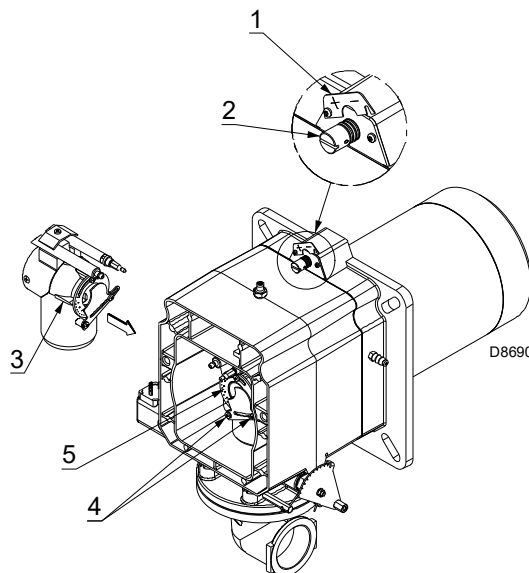

Abb. 15
- Drehen Sie die Schraube 2) (Abb. 15), bis die gefundene Kerbe mit der Vorderfläche 1) des Flansches übereinstimmt.
Um die Einstellung zu erleichtern, lösen Sie die Schraube 3) (Abb. 15); führen Sie die Einstellung durch und drehen Sie dann die Schraube wieder fest.
- Lockern Sie die Schrauben 4) und drehen Sie die Nutmutter 5) (Abb. 15) bis die gefundene Kerbe mit dem Index 3) übereinstimmt;